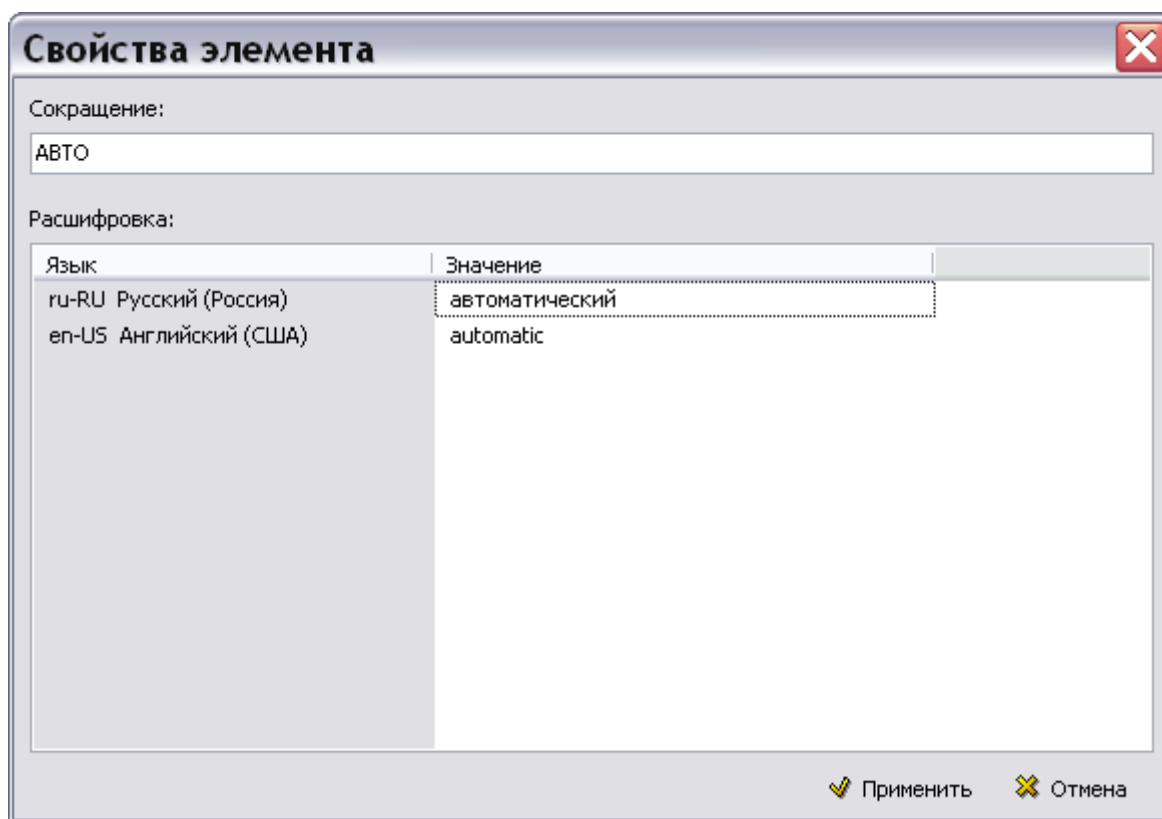

Рис. 3.52
2. На панели инструментов правого окна нажмите на кнопку **Добавить сокращение** . Для ввода (редактирования) значения быстро щелкните левой кнопкой мыши по строке в столбце **Значение**. В окне **Свойства элемента** введите сокращение «АВТО» и его расшифровку на языках шаблона проекта (Рис. 3.52).